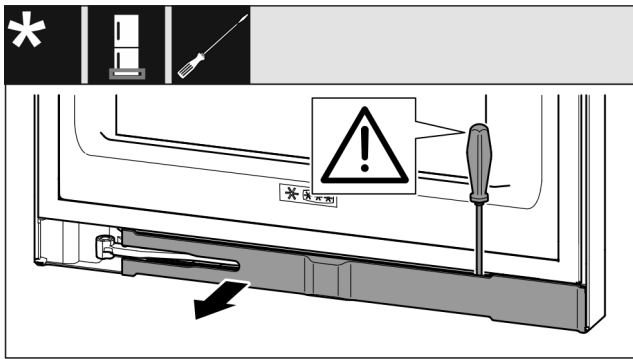

Fig. 15
- ▶ При помощи шлицевой отвертки отцепите накладку и отведите ее в сторону. (см. Fig. 15)